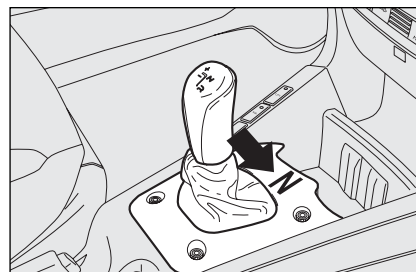

fig. 12
Para permitir a colocação em ponto morto (N) da caixa de velocidades (com o veículo parado e pedal do travão pisado) é necessário deslocar a alavanca de comando para a direita **fig. 12**.